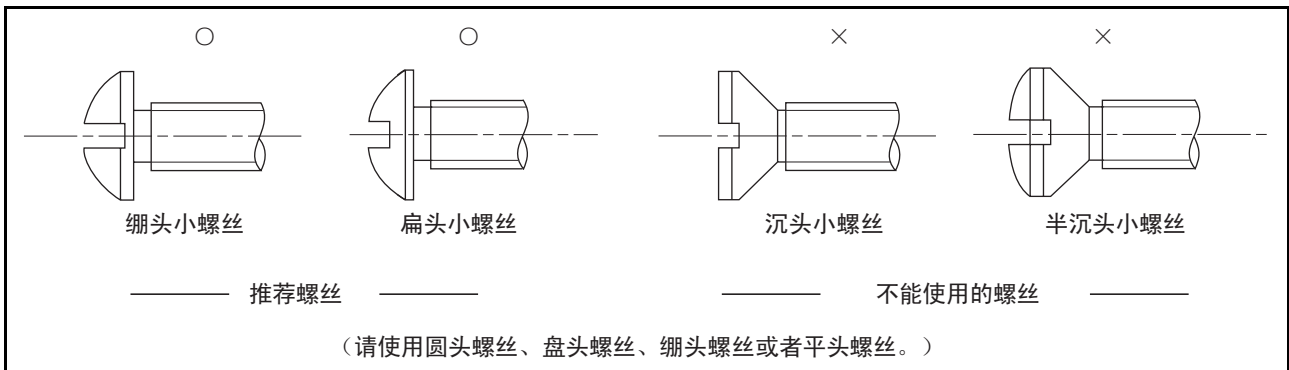

图10 推荐的螺丝种类和不能使用的螺丝种类
- (b) 沉头螺丝会对器件外加异常应力, 绝对不能使用 (参照图 10)。